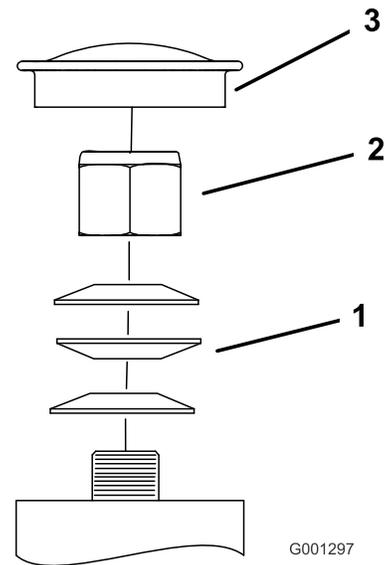

Figure 76
3. Retirez le couvere-moyeu de la roue pivotante et serrez le contre-écrou (Figure 76).
4. Continuez de serrer le contre-écrou jusqu'à ce que les rondelles élastiques soient aplaties, puis desserrez-le d'un quart de tour pour obtenir la précharge correcte des roulements (Figure 76).
Important: Veillez à placer les rondelles élastiques comme montré à la Figure 76.
5. Reposez le couvere-moyeu (Figure 76).